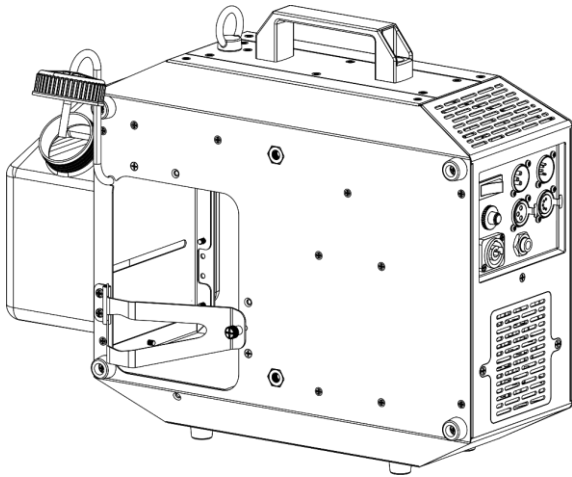

Fig. 18
- 13) Deslice la manguera para introducirla en el orificio, como se muestra en la Fig. 18.